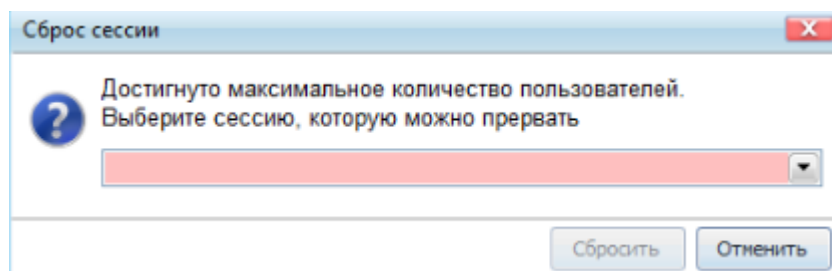

Рисунок 7.41 – Модальное окно «Сброс сессии»
- флаг «*Привилегированный пользователь*» – по умолчанию не установлен. Пользователю, наделенному этим признаком, при авторизации в системе, когда свободных лицензий уже нет, отображается модальное окно «Сброс сессии» (Рисунок 7.41). Пользователю, у которого настроена NT-авторизация и который наделен признаком «*Привилегированный пользователь*», при авторизации в системе, когда свободных лицензий уже нет, отображается модальное окно «Сброс сессии». Для сброса сессии необходимо в модальном окне «Сброс сессии» из раскрывающегося списка активных сессий выбрать сессию пользователя только нужной подсистемы. Для сохранения установленного признака «*Привилегированный пользователь*» необходимо нажать кнопку «Сохранить». Флаг можно установить, даже если пользователь объявлен не действующим. Если признак «*Привилегированный пользователь*» был установлен у действующего пользователя, а признак «*Действующий пользователь*» потом был снят, флаг «*Привилегированный пользователь*» будет по-прежнему установлен.